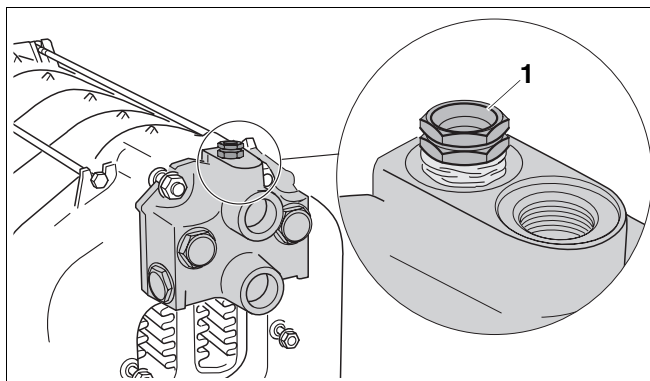

Bild 26 Intätning av dykhylsa
- Fram- och returanslutningarna försluts (Montera avluftningsanordning på anslutningsformstycket Rp ¾) (→ Bild 26).